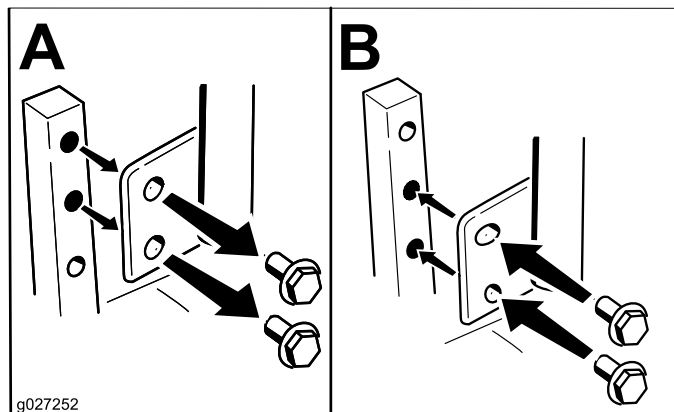

Figura 11
Putei regla o înălțime mai mare sau mai mică a manetelor de control al micării, pentru confort maxim (Figura 11).
2. Slăbii urubul inferior suficient pentru a putea pivota maneta de control în față sau în spate (Figura 11).